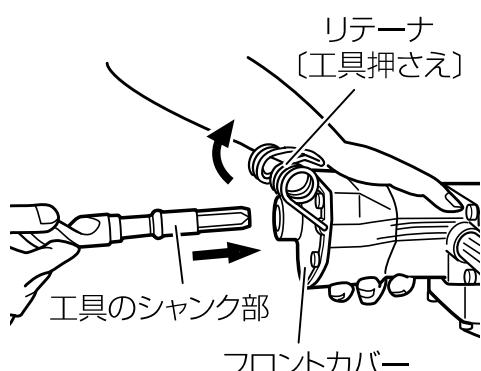

図 3 - 1
(1) リテーナ [工具押さえ] を上げ、工具のシャンク部をフロントカバー六角穴へ一杯にさし込みます。(図 3 - 1)
(2) リテーナの上部を木ハンマー等で軽くたたき、元に戻して工具が抜けないようにします。